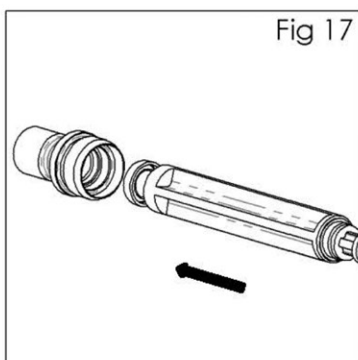

Fig 17
15. Ponga el nuevo sello (22) en la herramienta de servicio (44). La muesca debe estar orientada hacia el exterior. Oprima el sello (22) en el alojamiento (27). (Ver Fig. 17).
16. Reensamble las piezas restantes en orden inverso — válvula (20), resorte (21), alojamiento (27) y apriete con una llave hexagonal de 6 mm, aguja (24) resorte (29) y perilla (28). Reemplace el gatillo (39), acomodando el espárrago del gatillo (40), rosque el tornillo del gatillo (38) con la herramienta Star T20.
17. Active la pistola completamente y atornille la perilla de ajuste de líquido (28) hasta que se detenga. Hágala retroceder $\frac{1}{2}$ vuelta y la pistola tendrá un desplazamiento completo de la aguja.